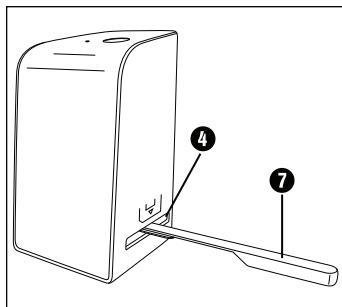

Figura 3
- ◆ Curățați suprafața instalației de iluminare de fundal în interiorul aparatului cu ajutorul periei de curățare **7**. În acest sens, împingeți peria cu suprafața de curățare în jos numai în compartimentul din dreapta **4** (vezi figura 3).